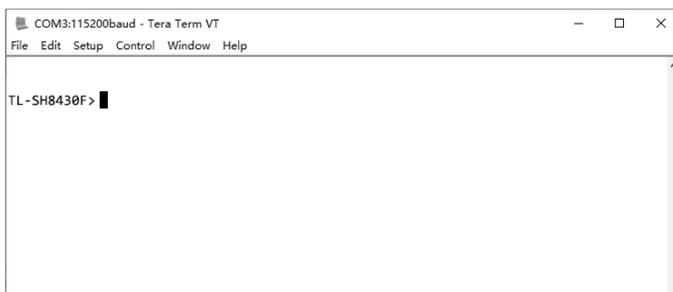

图4-6 Console登录
4. 在主窗口中输入回车键, 可以看到“TL-SH8430F>”的提示符, 说明已成功登录交换机, 如图4-6所示。